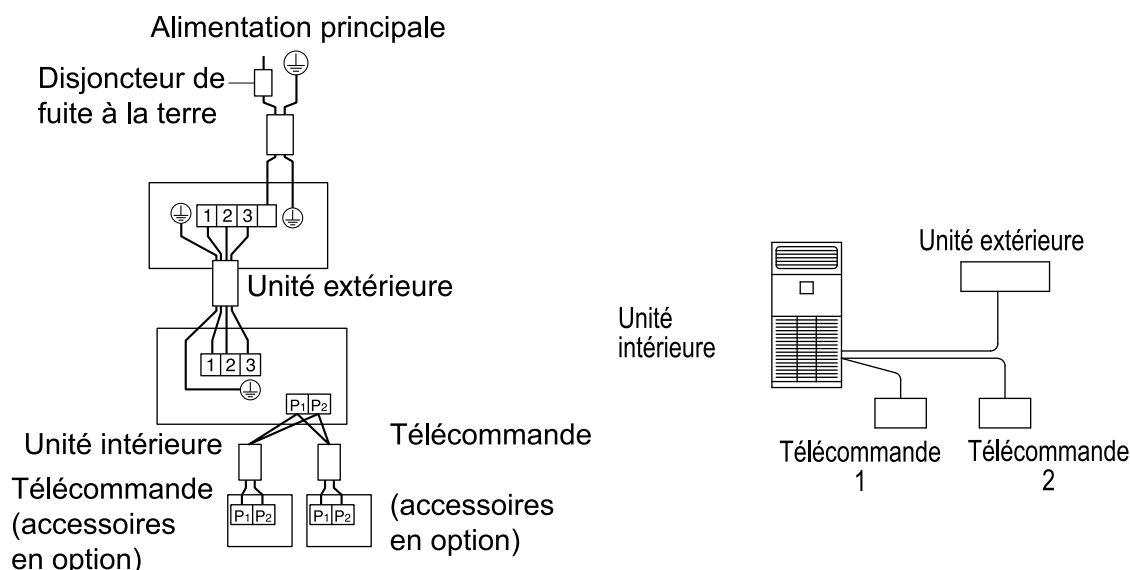

Fig. 37
- **Commande via 2 commandes à distance:** 2 commandes à distance commandent 1 unité intérieure. (**reportez-vous à la fig. 37**)
- (3) Retirez le couvercle du boîtier de commande (reportez-vous au chapitre "9. MODE DE RACCORDEMENT DES CÂBLES ET EXEMPLE DE RACCORDEMENT".)
- (4) Ajoutez un câble entre la télécommande 2 (secondaire) et la borne (P1, P2) du bornier (X1M) de la télécommande, au niveau du boîtier de commande (il n'y a pas de polarité) (Reportez-vous à la Fig. 37 et au Tableau 3)